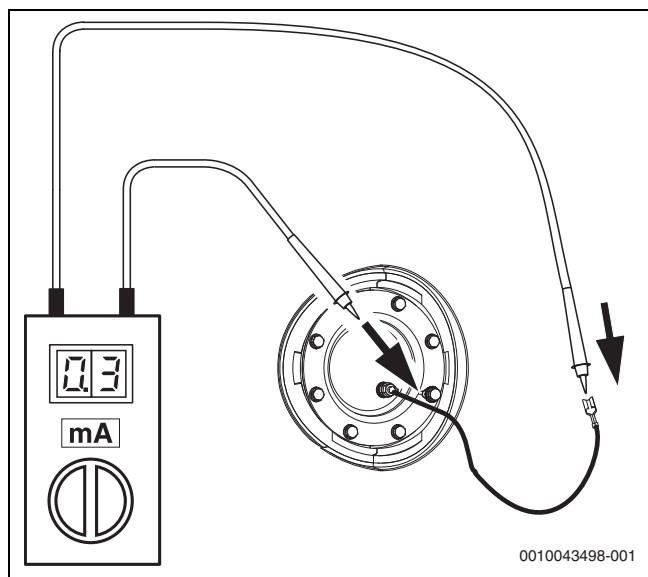

Bild 53
Bei isoliert montierten Magnesiumanoden zusätzlich möglichst jährlich den Schutzstrom mit dem Anodenprüfer messen (→, Abb. 53). Der Anodenprüfer ist als Zubehör erhältlich.
- ▶ Übergangswiderstand zwischen dem Schutzleiteranschluss und der Magnesium-Anode prüfen. Wenn der Anodenstrom < 0,3 mA beträgt, Magnesiumanode austauschen (→ Abb. 53).